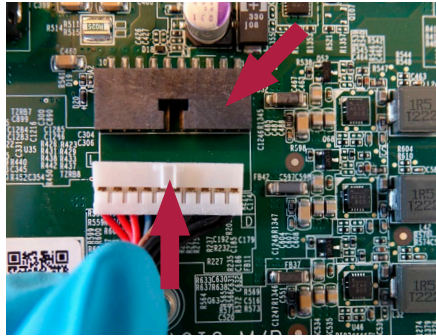

Figure 27 - Rebranchement du connecteur de la batterie
a) Rebrancher la batterie au connecteur de la batterie (voir Figure 12 et Figure 27)